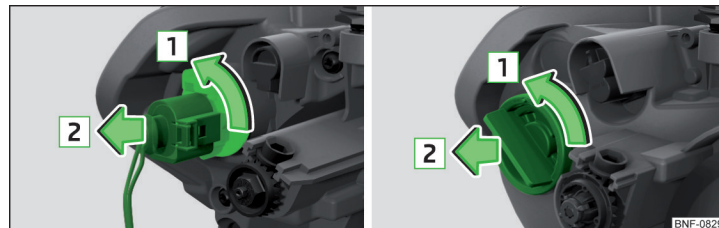

Bild 175 Byte av glödlampa för blinkers fram: variant 1/variant 2
- Vrid sockeln med glödlampen så långt det går i pilriktningen **1** » bild 175.